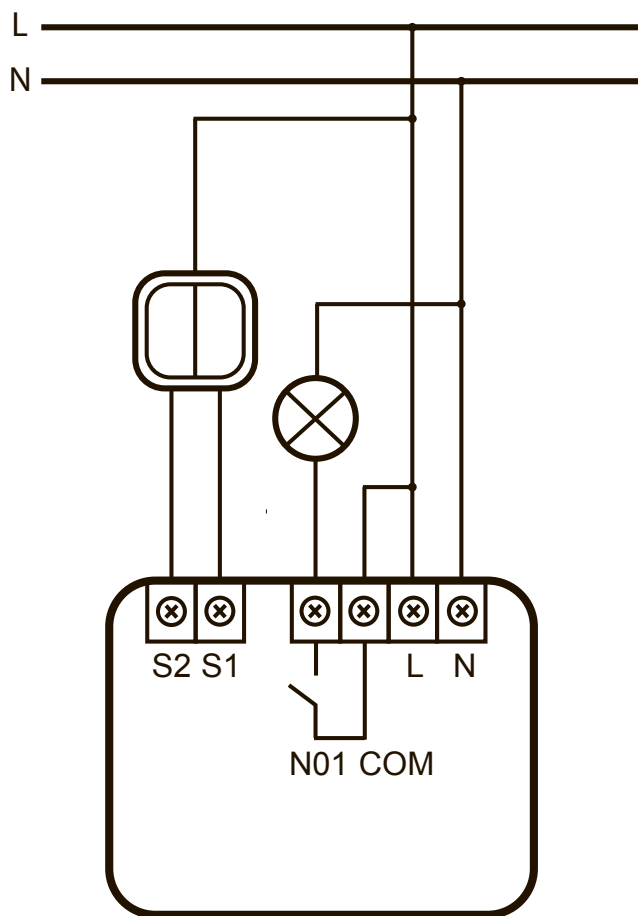

Рис. 1. Схема монтажа
2. Подключите к PAN05 выключатель, как показано на рис.1.